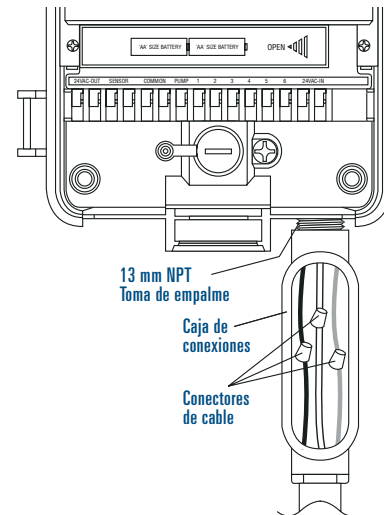

Ilustración A5: Uso de una caja de uniones
- Conecte la caja de uniones (no incluida) en la boquilla NPT. [Ilustración A5]